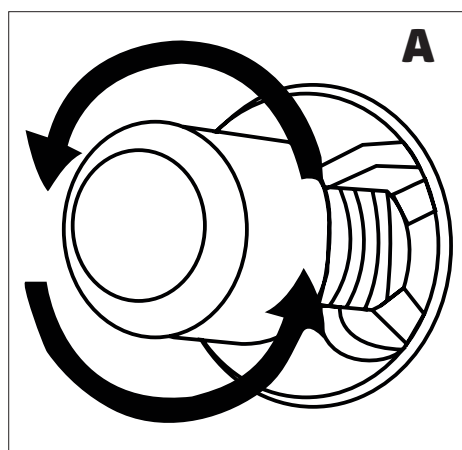
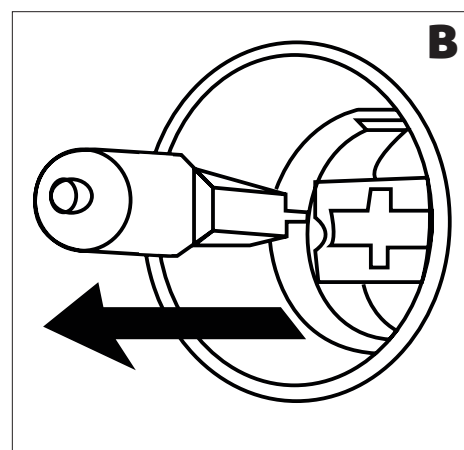

Figura 29
Figura 30
3. Luego retire la lámpara del horno girando (Ver figura 29) si es del tipo **A**, o tirando de ella (Ver figura 30) si es del tipo **B**.